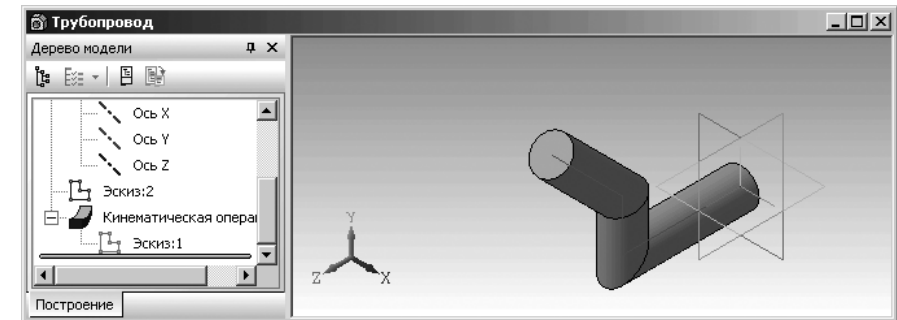

Рис. 2.122. Модель трубопровода
- щелкните на **Панели специального управления** по кнопке  – **Создать объект** или нажмите комбинацию клавиш **Ctrl+Enter**. Появится модель трубопровода (рис. 2.122);